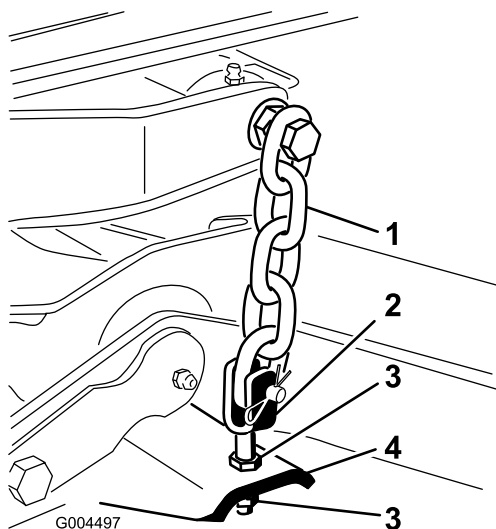

Figura 24
8. Regolate i controdadi che fissano le forcelle/catene del tosaerba al tosaerba, fino a livellare il tosaerba (Figura 24).
7. Regolate i controdadi che fissano le forcelle/catene posteriori del tosaerba per sollevare la parte posteriore del tosaerba in modo che il passo sia impostato a 8 mm (Figura 24).